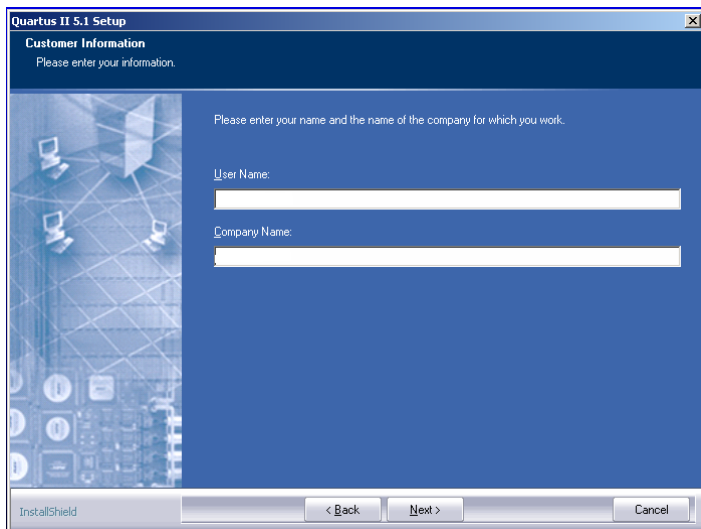
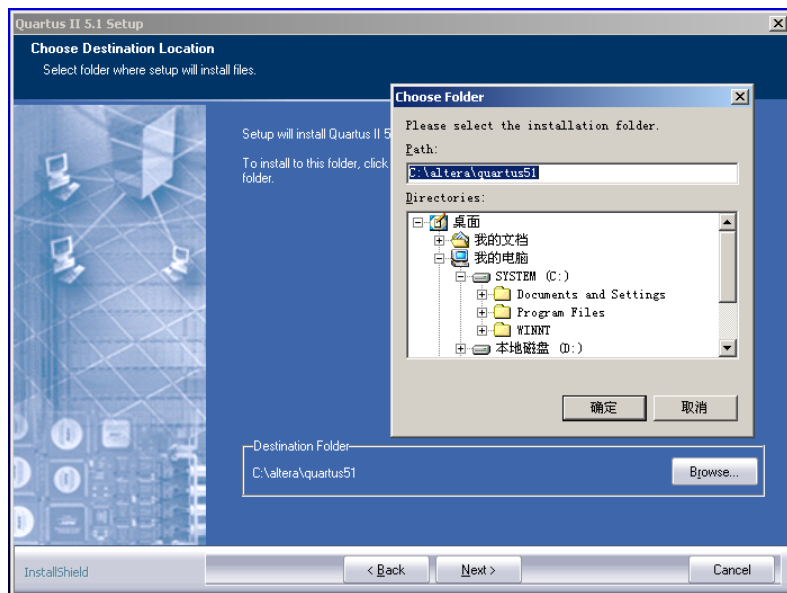

图 3-7 计算机信息界面
图 3-8 安装路径选择界面
(5) 选取第一项同意其公司声名，点击 NEXT 继续进行安装出现如图 3-7 所示计算机有关信息界面。
(6) 点击图 3-7 中 NEXT 选项继续安装，进行如下图 3-8 所示安装路径选择界面。
用户可以点击上图 3-8 中的 BROWSE 选项，根据用户自己的需要来选
取和设定要安装的软件的路径。设定好后点击 NEXT 进行其它安装路径的选取和设定，其方法与图 3-8 的方法一致。